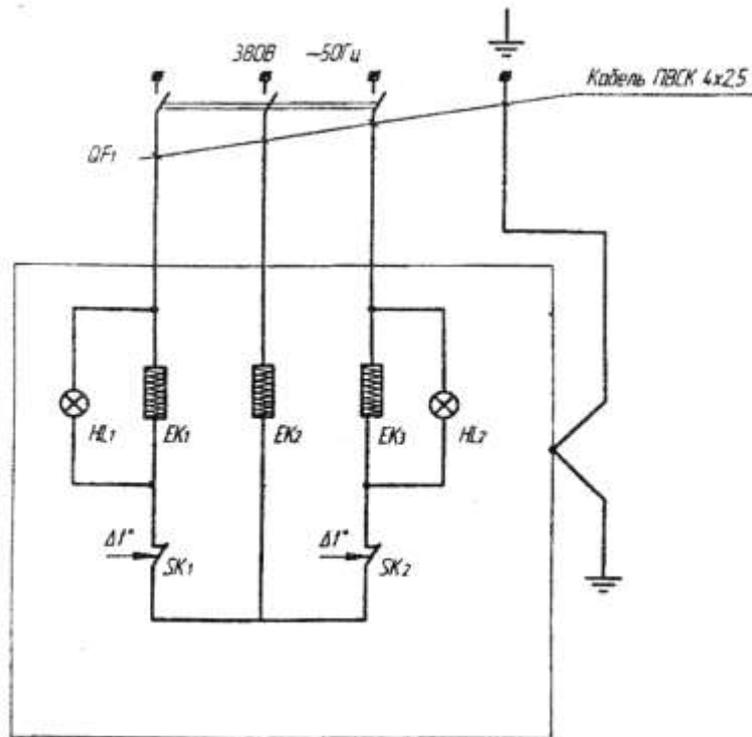
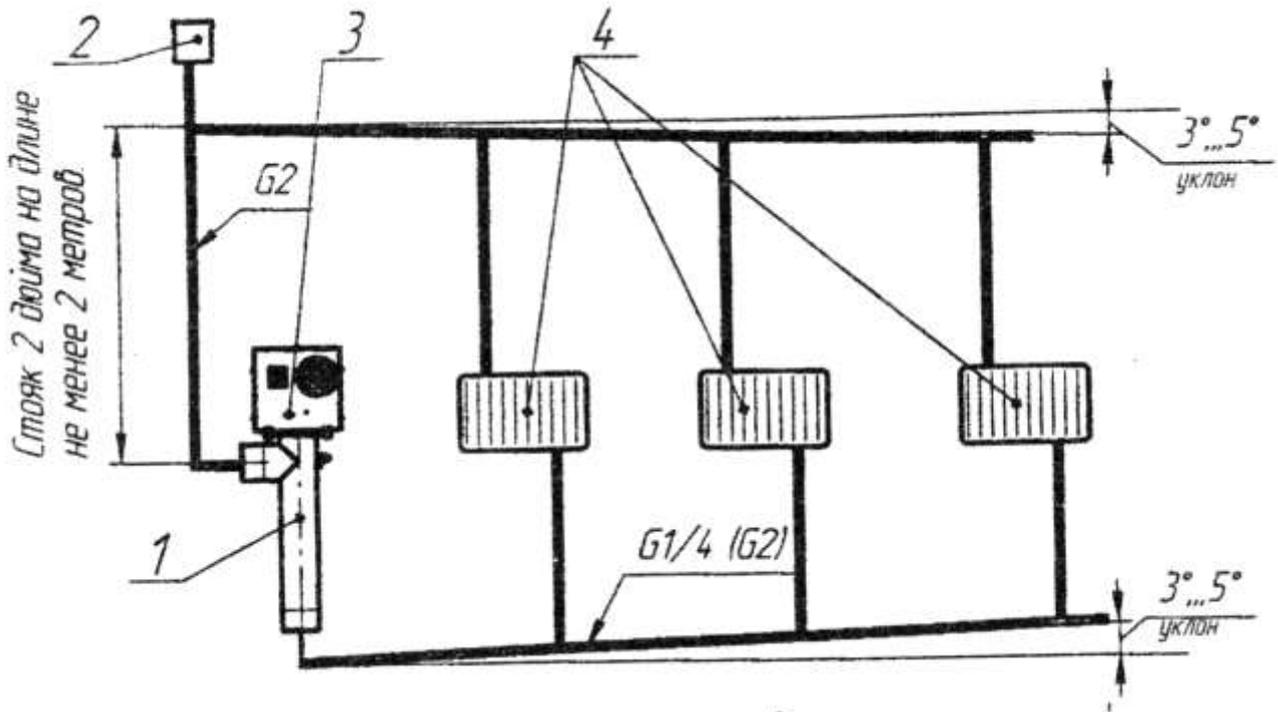

Рис. 4. Электрочотел отопительный водогрейный ЭОВ-9/4,5
Рис. 5. Примерная схема отопления с естественной циркуляцией жидкости
- ЭКСПЛУАТАЦИЯ ЭЛЕКТРОКОТЛА ПРИ ВЫСОТЕ ГЛАВНОГО ПОДАЮЩЕГО СТОЯКА (РИС. 5 ПОЗ. 12) МЕНЕЕ ДВУХ МЕТРОВ И С УСЛОВНЫМ ПРОХОДОМ МЕНЕЕ ДВУХ ДЮЙМОВ;
- НА ВЫХОДЕ ИЗ ЭЛЕКТРОКОТЛА УСТАНОВЛИВАТЬ КРАНЫ, ВЕНТИЛИ ИЛИ ДРУГУЮ ЗАПОРНУЮ АРМАТУРУ (рис. 4 и рис. 5);
6.1 Согласно выбранной схеме отопления (рис. 4 или 5) закрепить электрокотел на стене с помощью специальных держателей для труб G2 (dy 50). Минимальное расстояние от электрокотла до стораемых конструкций 100 мм.